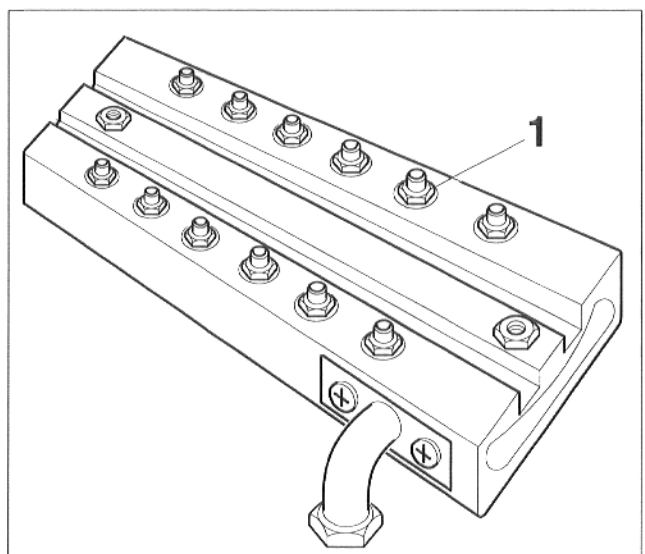

Abb. 33 Düsenplatte
- Düsen (Abb. 33, Pos. 1) anhand der Kennzeichnung überprüfen: